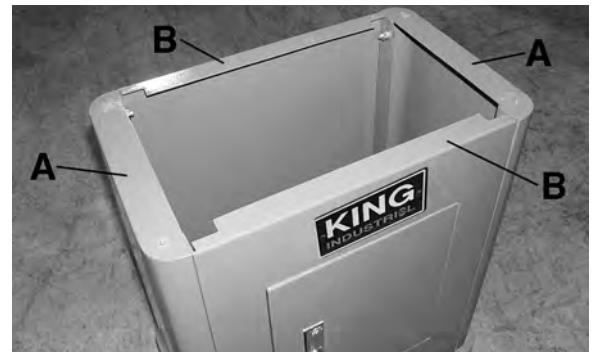

Figure 5
Assemblez les deux panneaux de côté (A) Fig.5 et les deux panneaux avant/arrière (B) ensemble en utilisant 8 boulons hexagonaux, 16 rondelles, 8 rondelles à ressort et 8 écrous hexagonaux.